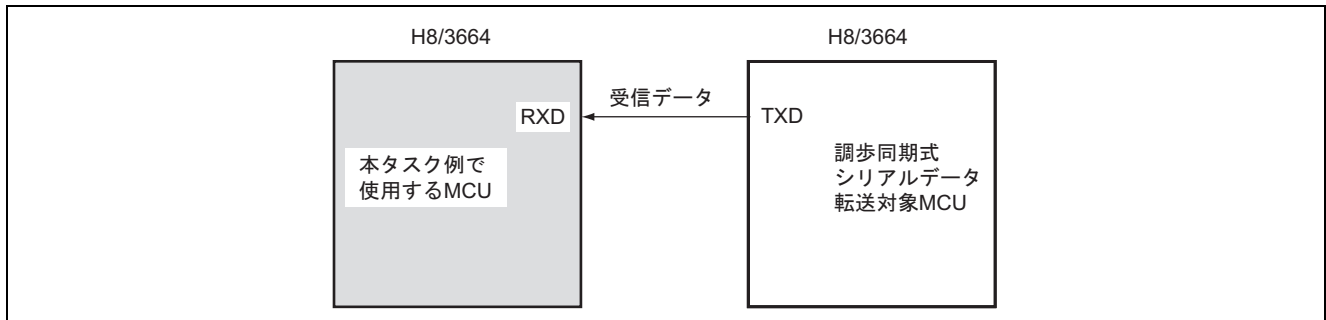

図 1 調歩同期式シリアルデータ受信
1. 図 1 に示すように調歩同期式シリアル転送機能を使用して、4 バイトの 8 ビットデータの受信を行いません。